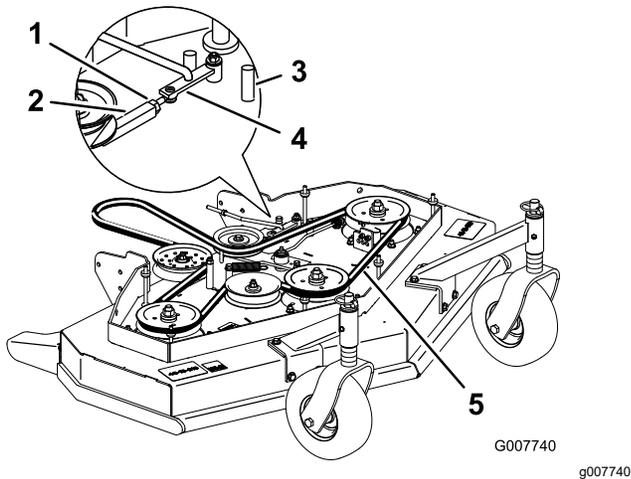

Figure 8
3. Desserrez le contre écrou sur le tendeur (Figure 8).
4. Tournez le tendeur vers l'arrière du plateau de coupe pour augmenter la tension sur la courroie. Tournez le tendeur vers l'avant du plateau de coupe pour réduire la tension sur la courroie (Figure 8).